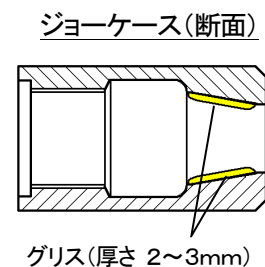

図7-3
- (5) ジョーケースの内側(ジョーと接する面)にグリスを十分に塗布して組み付けてください。(図7-3参照)